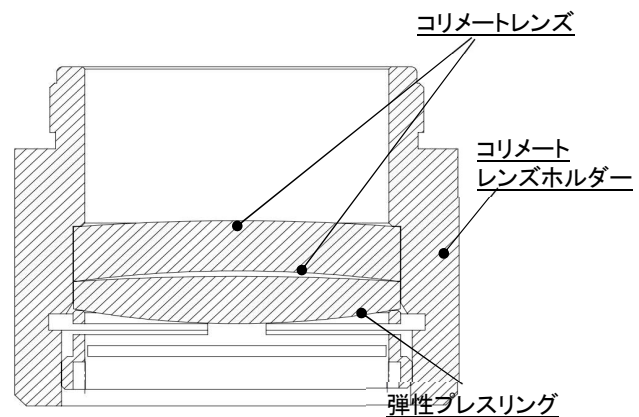

図 6.6 - コリメートレンズの取り付け図
- 図 6.6 に示すように、コリメートレンズの部品を順番に再組み立て、スプリング圧縮リングを力で適切にネジ留めし、コリメート部品に再度ねじ込みます。